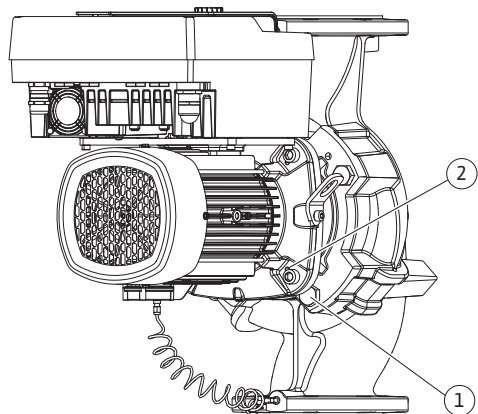

Fig. 101: Tryck bort instickssatsen via gänghålen (DN 100...DN 125)
21. Genom att skruvarna (Fig. II, pos. 10) tas bort lossas även differenstrycksgivaren från motorflänsen. Låt differenstrycksgivaren (Fig. I, pos. 8) med hållplatta (Fig. I, pos. 13) hänga på tryckmätningaledningarna (Fig. I, pos. 7). Koppla ifrån differenstrycksgivarens anslutningskabel i elektronikmodulen.
22. Pressa bort instickssatsen från pumphuset. Använd de två gänghål (se Fig. 101, pos. 1) för detta.
23. Skruva in M10-skruvar av lämplig längd i gänghål (se Fig. 101, pos. 1) för att lossa fästet. När instickssatsen har tryckts ut ca 40 mm förs den inte längre in i pumphuset.